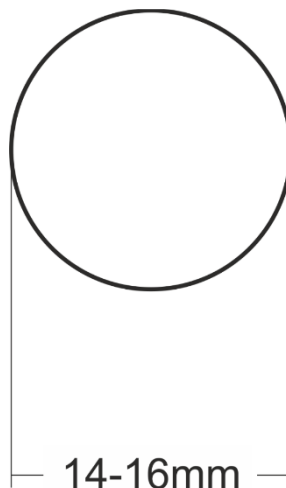

Рис.2
- Диаметр монтажного отверстия должен составлять от 14 мм до 16 мм (Рис.2).